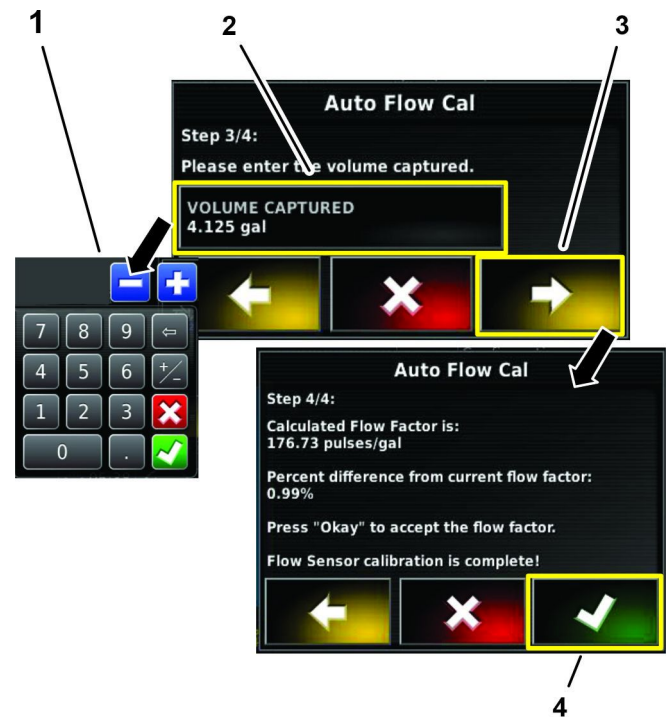

Figura 85
12. Introduza a quantidade de fluido do cálculo com o teclado (Figura 84 e Figura 85).
13. Confirme o fator de cálculo de fluxo (Figura 85).